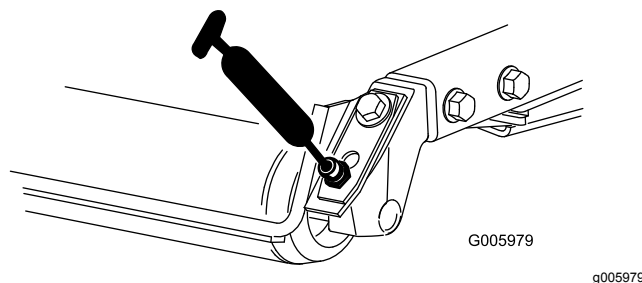

Рисунок 51
- Задние роликоподшипники (по 2 на режущий блок) (Рисунок 51)